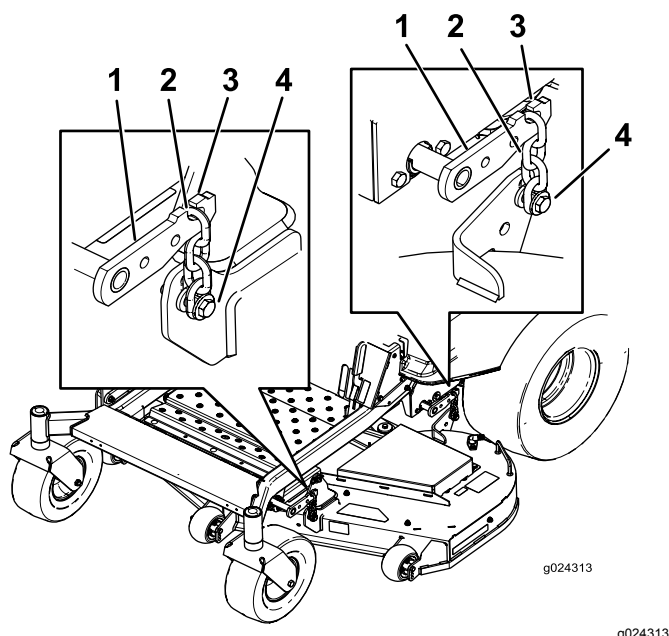

Figura 67
3. Retire las cadenas de los ganchos de los brazos de elevación de la carcasa (Figura 67).
6. Eleve la parte trasera de la carcasa de corte y conecte las cadenas a los brazos de elevación traseros (Figura 67).
7. Conecte las cadenas delanteras a los brazos de elevación delanteros (Figura 67).